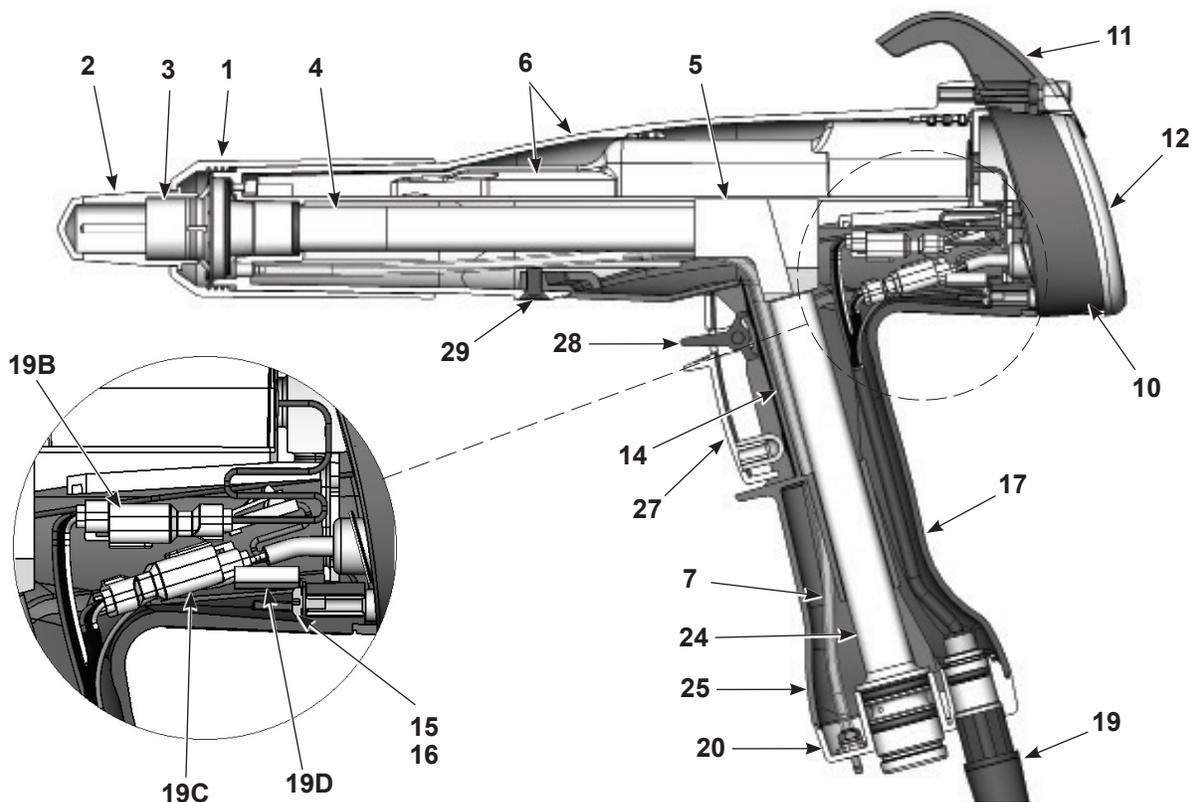
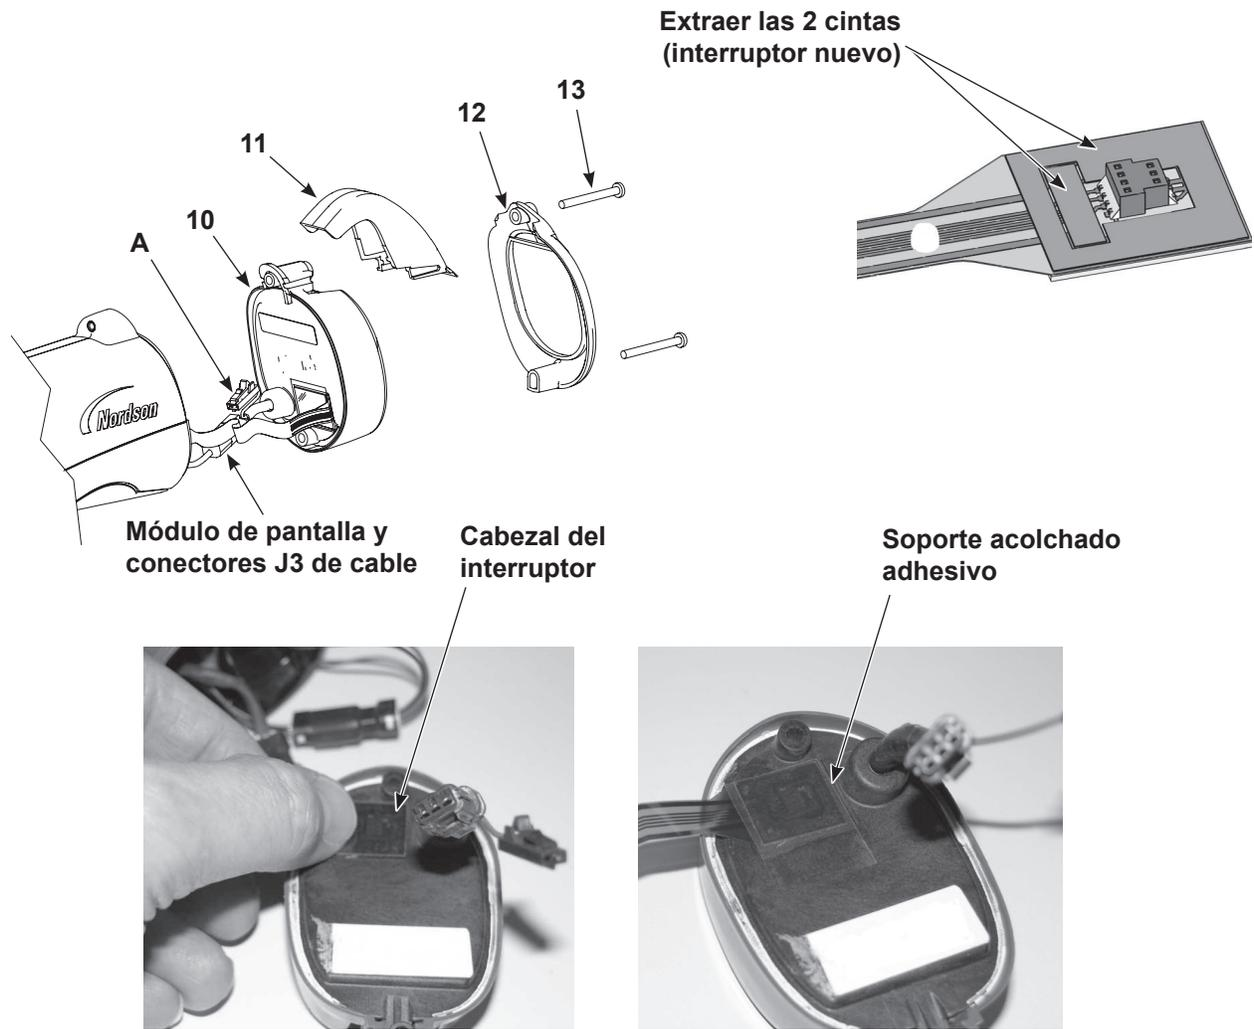

Figura 10 Sección Vista de la pistola de aplicación (los números de ítem de esta sección coinciden con los números de ítem de la lista de piezas)
Figura 11 Sustitución del módulo de pantalla
1. Ver la Figura 10 y la Figura 11. Desatornillar los tornillos superior e inferior (13) que mantiene el bisel (12), el gancho (11) y el módulo de pantalla (10) en el cuerpo de la pistola.
1. En el módulo de pantalla (10), limpiar cuidadosamente con alcohol isopropílico la superficie sobre la que está montado el cabezal del interruptor de activación frontal, así como el área que le rodea. Dejar que se seque completamente la superficie antes de continuar.
2. En caso de instalar un nuevo interruptor de activación, extraer las dos cintas del lado del conector del cabezal del interruptor del activador, tal y como se muestra en la Figura 11.
5. Unir el módulo de pantalla J3 y el conector del cable. El conector de cable a tierra (A) no se utiliza para esta versión de pistola.
7. Deslizar el gancho (11) por el módulo de pantalla, después instalar el bisel (12).
8. Instalar y apretar los tornillos (13).
2. Ver la Figura 10. Desatornillar la tuerca de la boquilla y extraer la boquilla y el conjunto del electrodo de la pistola de aplicación.
4. Ver la Figura 11. Instalar el módulo de pantalla tal y como se describe en Instalación del módulo de pantalla en la Página 18.
5. Instalar el conjunto de electrodo (3) en el extremo del tubo de salida en la parte frontal del cuerpo de la pistola. Asegurarse de que el electrodo del cable no esté doblado ni roto.
6. Instalar la boquilla (2) en el conjunto de electrodo, asegurando que las llaves se deslizan en el conjunto del electrodo en las ranuras de la boquilla.
7. Instalar la tuerca de la boquilla (1) en la boquilla y girarla en sentido horario para fijarla.